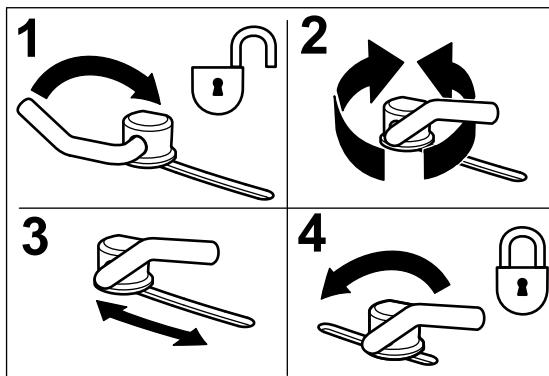

Figura 13
1. Para ajustar los bloques de leva, levante la palanca para aflojar el bloqueo de leva (Figura 13).
3. Devuelva la palanca a su posición original para apretar el deflector y los bloques de leva (Figura 13).